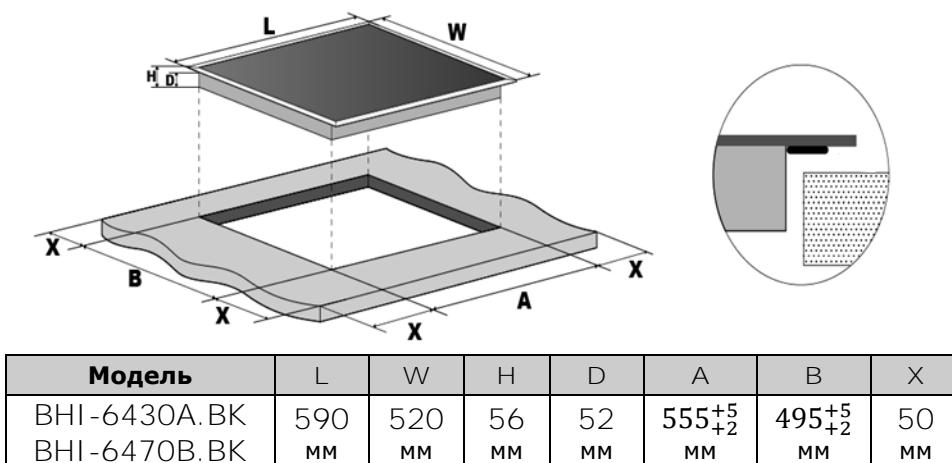

Рисунок 6 – Габаритные размеры варочной панели и размеры установочного отверстия
1. Выпишите отверстие в рабочей поверхности столешницы. Отверстие в столешнице следует выполнить согласно размерам на рис. 6.